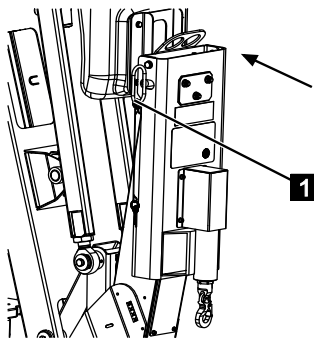

Fig. 108
3. Appuyer le dispositif de levage dans le sens de la flèche contre la fixation et insérer la goupille de verrouillage (Fig.108/1).